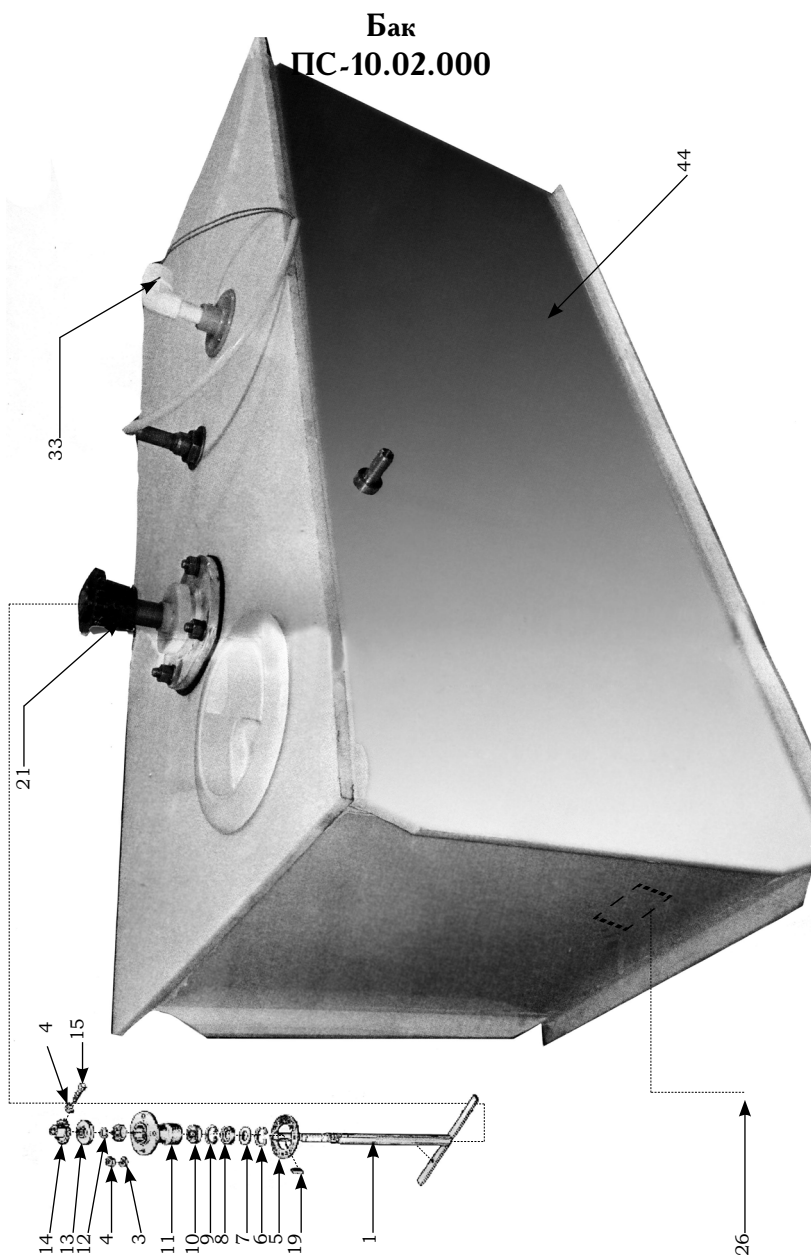
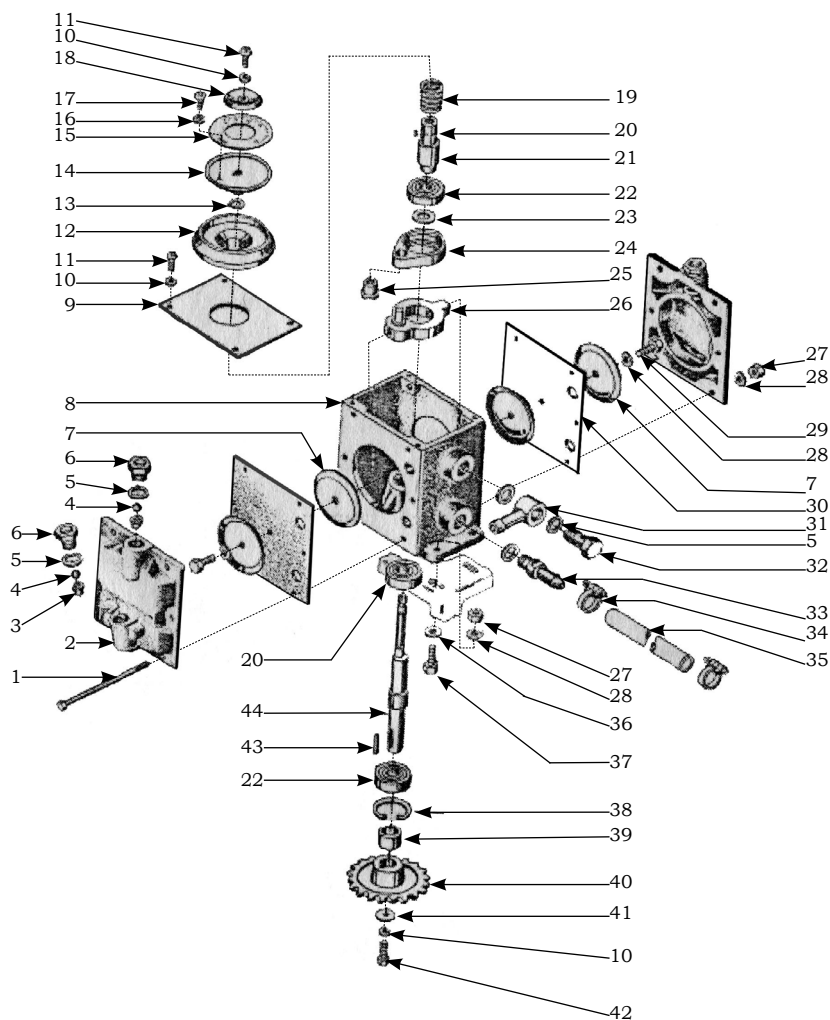
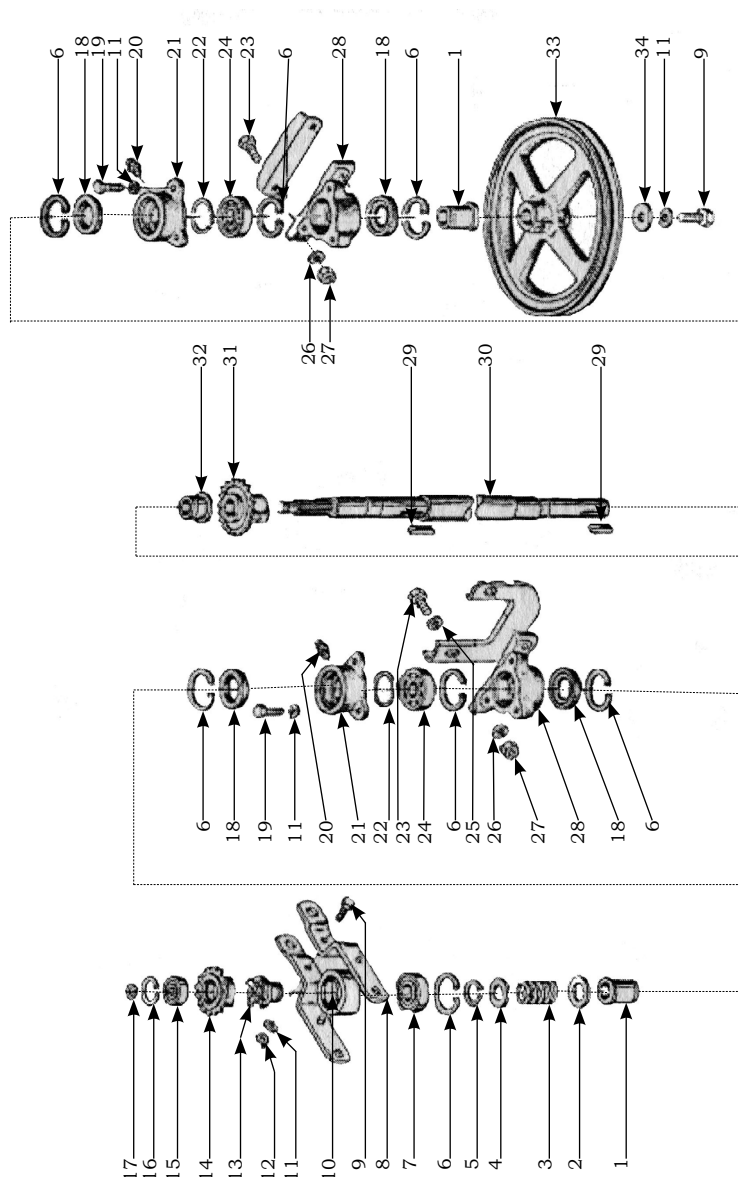

Рис.3.10.
Рис.3.11.
Рис.3.12.
(рис.3.10)
Подписуночный текст к рис. 3.10
3.9. Дозатор (рис. 3.11) предназначен для дозирования рабочей жидкости и подачи ее на распылитель.
3.10. Вал промежуточный (рис.3.12) предназначен для передачи крутящего момента от промежуточного шнека к дозатору рабочей жидкости (рис.3.11), диску семян (см.рис.3,4 поз 33) и мешалкам бака (см. рис.3.10 поз 1)
Подписуночный текст к рис. 3.12